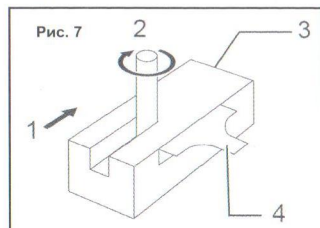

Рис. 7
- При использовании параллельной направляющей, обязательно устанавливайте ее на правой стороне в направлении подачи. Это поможет удерживать ее заподлицо с боковой стороной обрабатываемой детали (См. Рис.7).